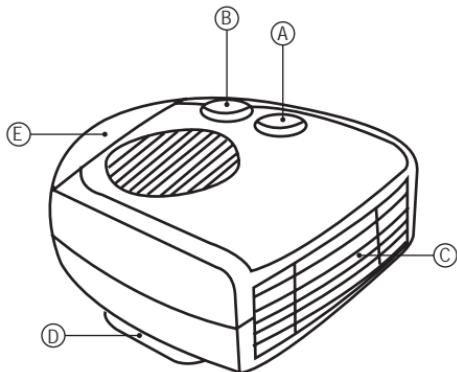

Fig. 1
- Este aparato dispone de un asa en su parte posterior para hacer fácil y cómodo su transporte (Fig. 1)